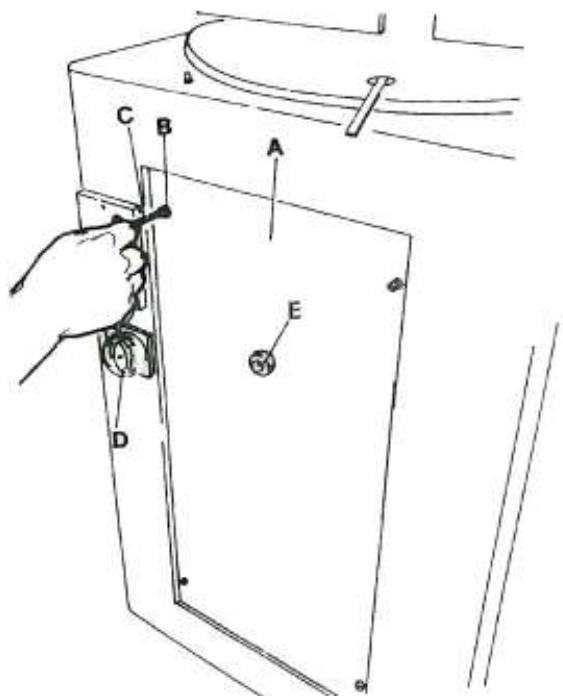

Рис. 11
5.7 Замена пильного диска (Рис. 11)
- Согласно Рис. 11, отвернуть четыре винта В, с помощью рукоятки Е снять крышку А для доступа к пильному диску.